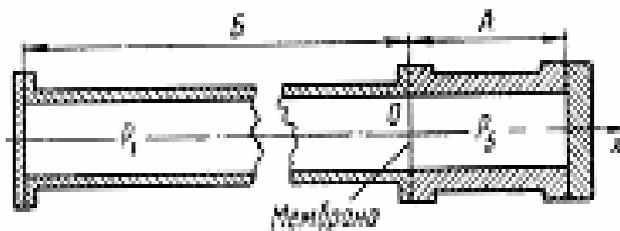

Рис. 16
82. В камере A ударной трубы (рис. 16) давление $p_5 = 55,2 \text{ атм}$; в камере B давление $p_1 = 0,1 \text{ атм}$. В обеих камерах находится воздух при температуре $T_1 = T_5 = 289^\circ \text{ K}$. Рассчитать и изображать в координатах (x, t) распад разрыва давления. Построить эпюры давления, температуры и скорости газа через $0,003 \text{ с}$ после разрушения диафрагмы. Отражение волн от концов трубы не рассматривать.